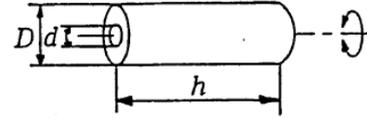

図2-13 回転体
(C) 回転体の慣性モーメント ( $I_1$ ) の計算 (図2-13)